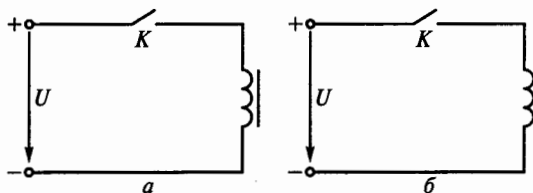

Рис. 47
**2.20.** Магнитный поток какой катушки, подключенной к источнику постоянного напряжения, быстрее достигнет установившегося значения: с ферромагнитным сердечником (рис. 47, *a*) или без него (рис. 47, *б*)?